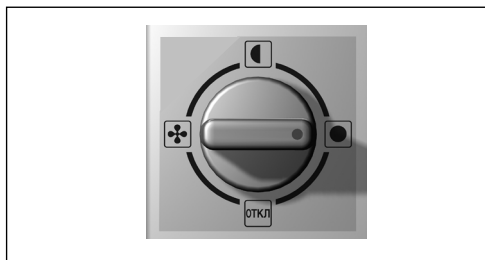

Рисунок 1 – Ручка переключателя режимов работ
Ручка переключателя режимов расположена справа от решетки (рисунок 1, приложение А) и имеет четыре положения, соответствующих режимам работы:
6.3 Установить ручку переключателя режимов (рисунок 1) в положение «ОТКЛ».
7.1.1 Для включения тепловентилятор в режиме вентиляции без включения нагревателей установить ручку переключателя (рисунок 1) в положение «**g**», при этом включаются вентиляторы.